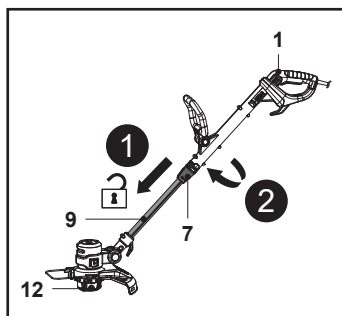

Fig. 8 (poziția inițială la 0°)
1. Glisează butonul de deblocare (7) în jos și rotește mânerul principal (1) în sens orar ținând în același timp tija inferioară (9) pentru a regla capul de tăiere (12) la un unghi de 90° sau 180° (fig. 8). Eliberează butonul de deblocare (7) și rotește în continuare mânerul principal (1) până se blochează în poziție. Asigură-te că butonul de deblocare (7) se fixează în poziție.